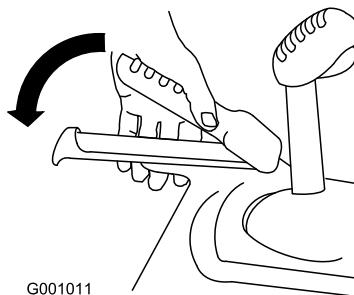

Figura 13
3. Premete la leva sinistra (trazione) contro l'impugnatura (Figura 13).
- Premete la leva sinistra (trazione) contro l'impugnatura (Figura 13).